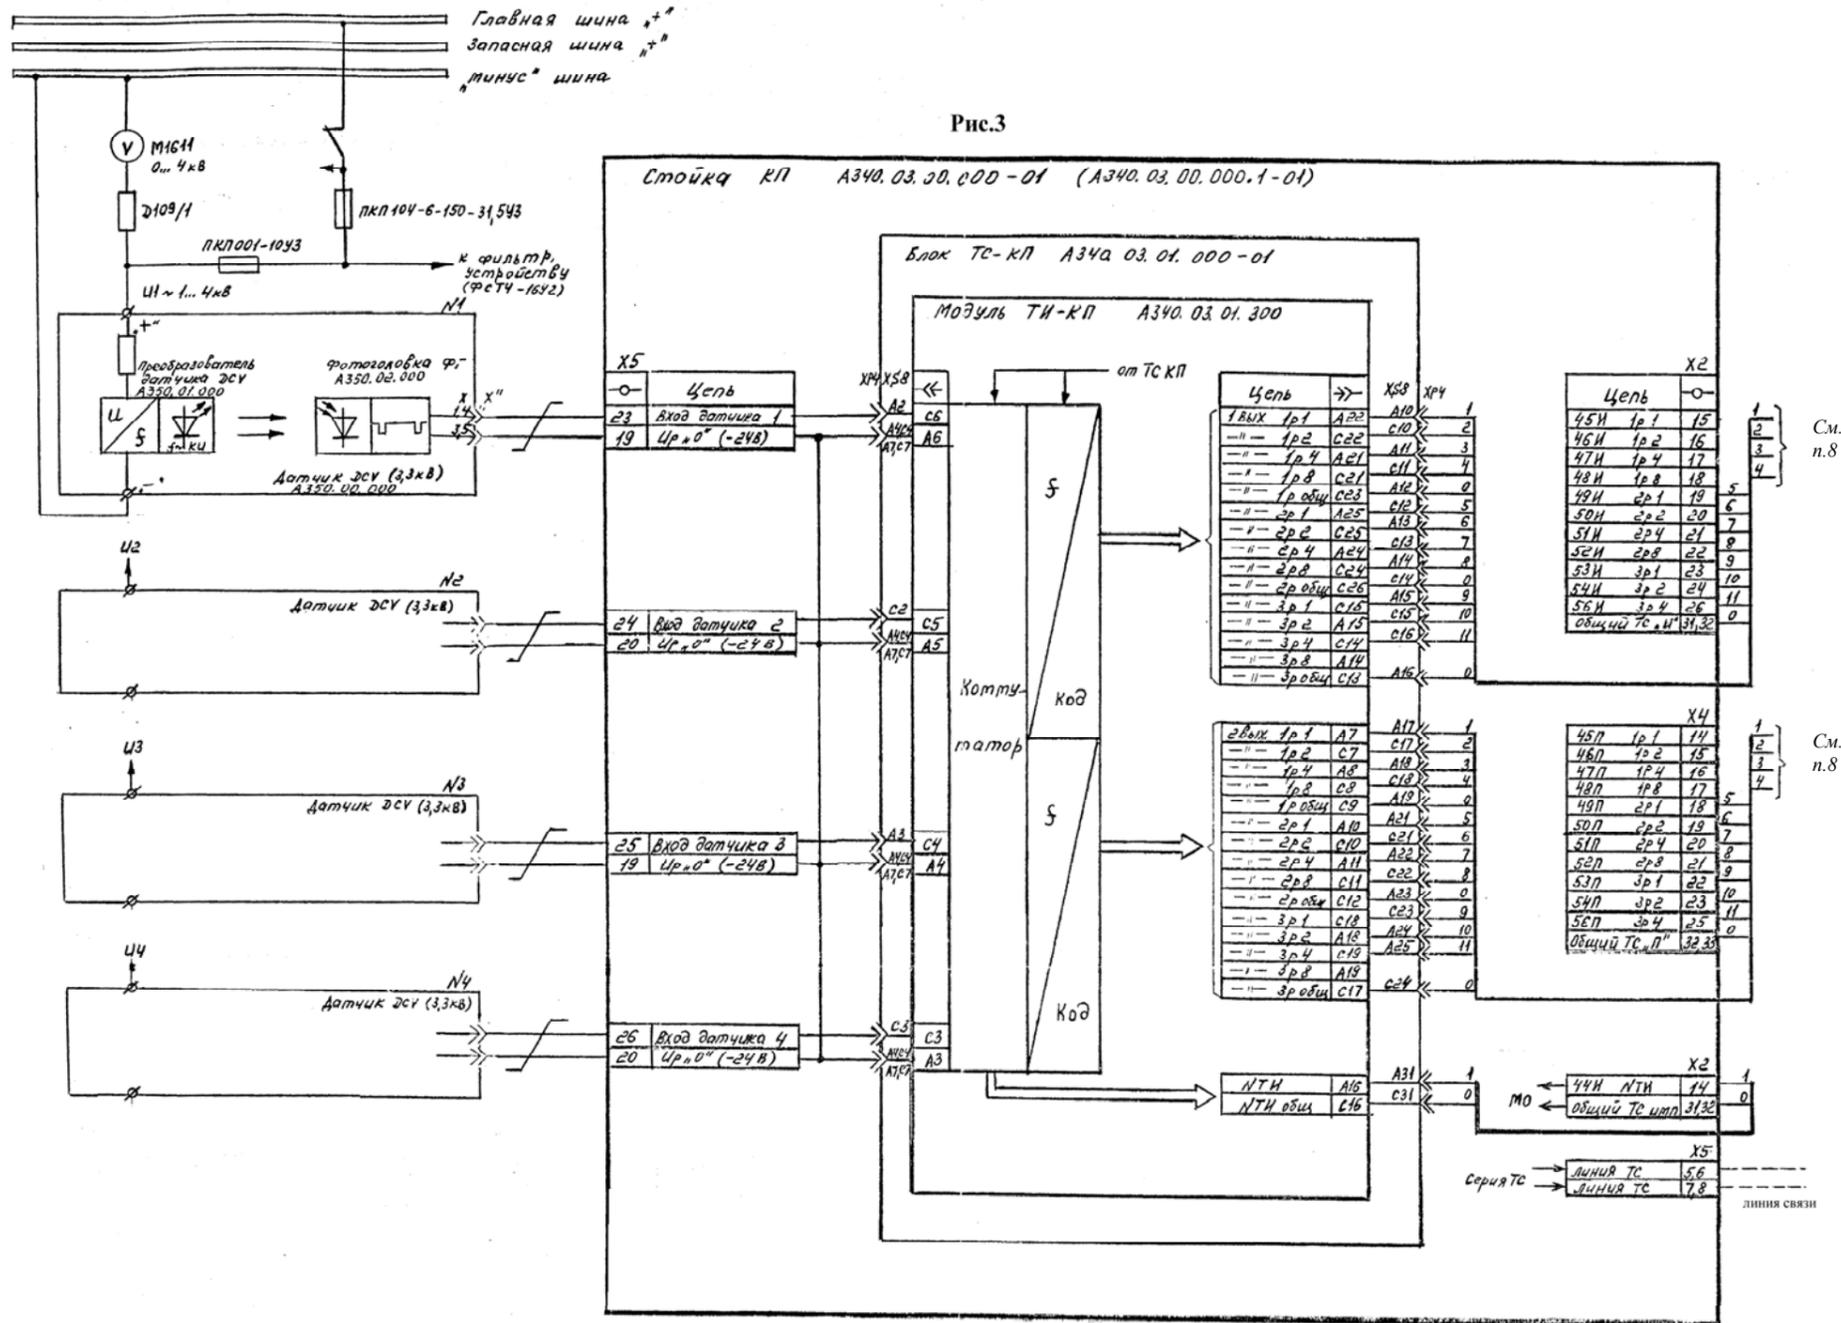

Рис.3
(остальное см. рис.3)
3. Датчик постоянного напряжения DCV устанавливается в высоковольтной ячейке, оборудованной блокировкой. Подключение датчика DCV к сетям высокого напряжения (ВН) выполнять проводом с высоковольтной изоляцией, например типа ПВРВ ТУ-16-705.273-83, по схеме рис.3. Преобразователь датчика DCV и фотоголовка (ФГ) устанавливаются на вертикальной плоскости (стене) по чертежу А350.00.000 СБ.